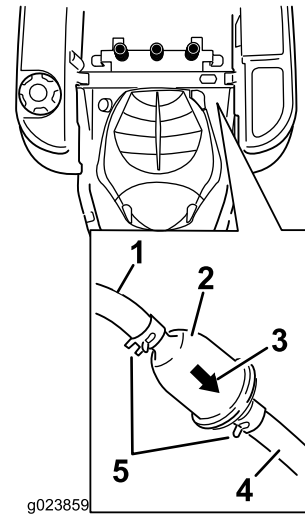

Figure 34
3. Repérez le filtre à carburant sur le côté du moteur, comme illustré (Figure 34).
4. Pincez les extrémités des colliers et faites glisser ceux-ci pour les éloigner du filtre (Figure 34).
6. Posez un filtre neuf en veillant à orienter la flèche indiquant le sens d'écoulement vers le moteur. Rapprochez les colliers de flexibles du filtre (Figure 34) pour le fixer en place.